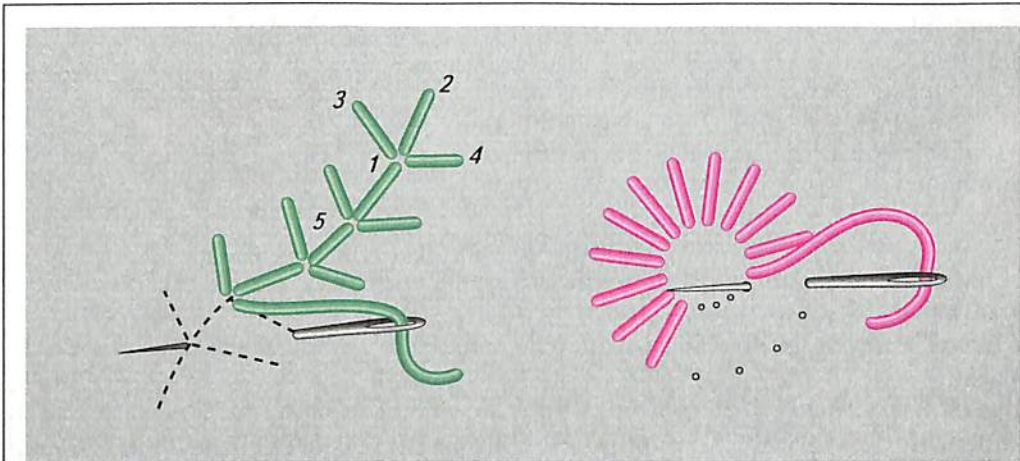

Рис. 109. Штриховая гладь
*Штриховая гладь* получила своё название потому, что она похожа на рисование штрихами с помощью иглы и нитки. Выполняют вышивку прямыми стежками различной длины и направления. Длина стежков не должна превышать 7 мм (рис. 109).